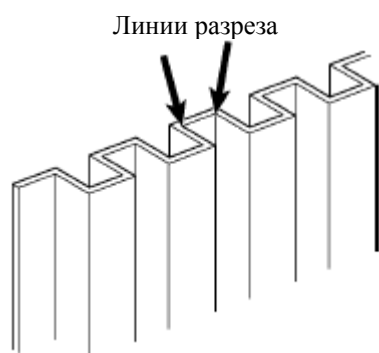

Рис. 30. Разрезание пленки в углублениях
4. Разрезать графическое изделие по вертикали вдоль обоих углов каждого углубления. См. Рис. 30.